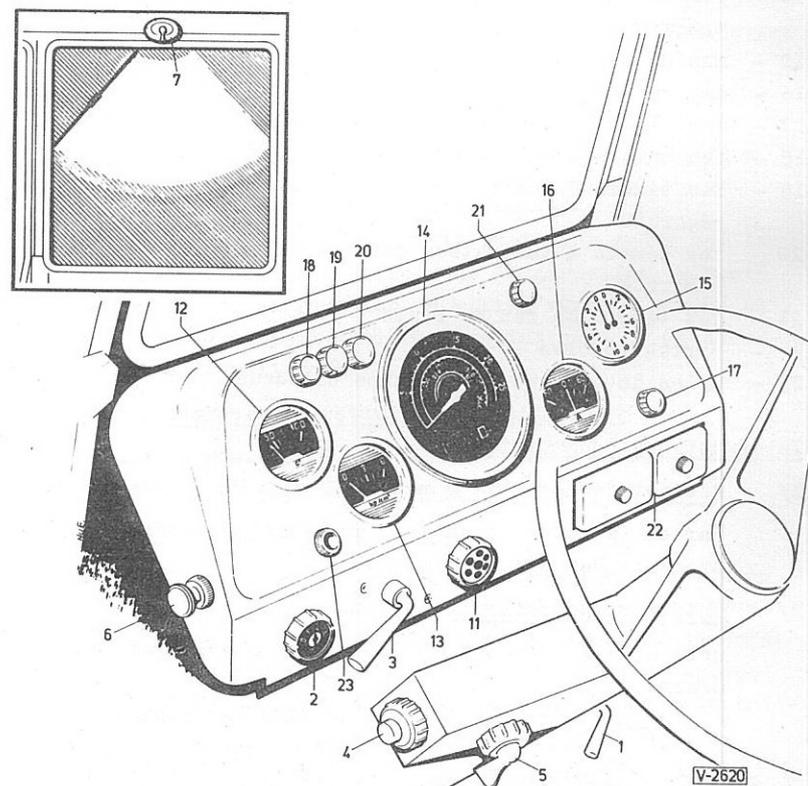

Fig. 2-1: Interrupteurs, commutateurs électriques, instruments de contrôle et indicateurs /V-2620/
- a/ Mettre le robinet de batterie à main /fig. 2-1, poste 1/ dans sa position contactée